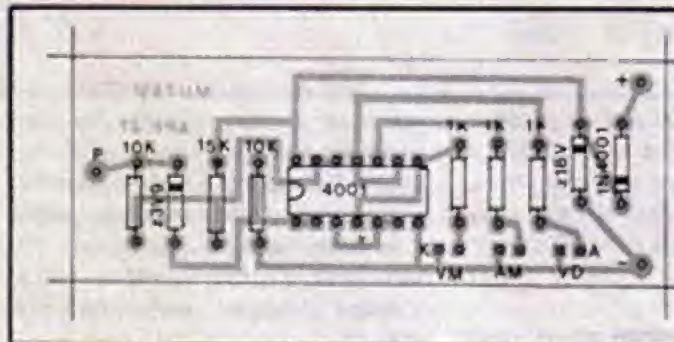

Fig. 3
- FIG. 3 - "Chapeado" da montagem (placa agora vista pelo lado **não** cobreado, com todos os principais componentes colocados). Atenção às posições do Integrado (extremidade com a marquilha voltada para a posição do resistor